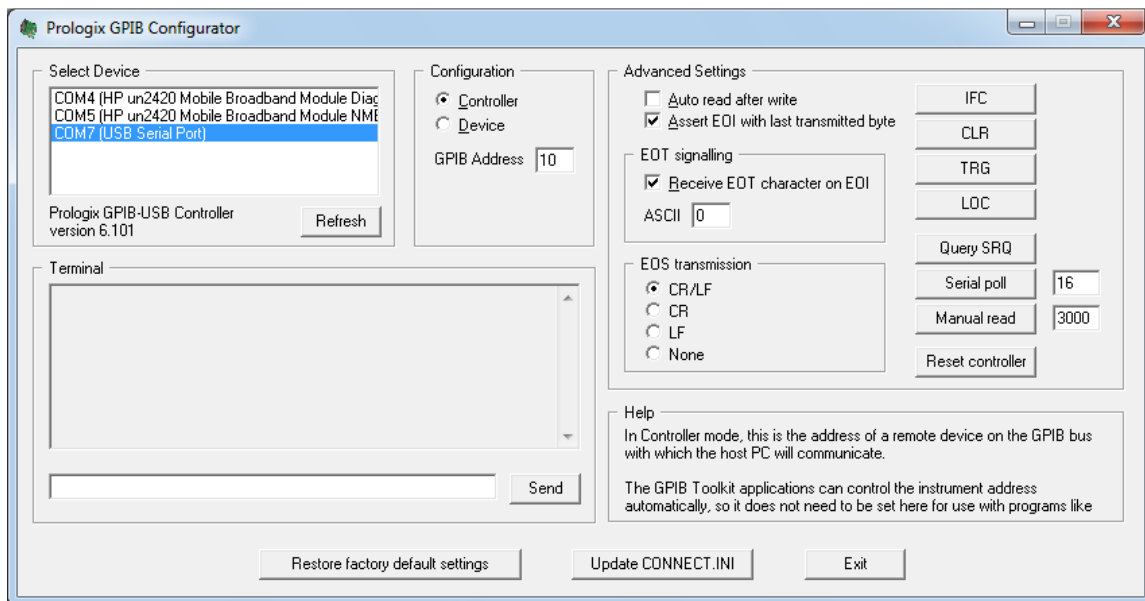

Figura D.1. Programa didáctico utilizado para la comunicación GPIB
Abrir el programa llamado “GPIB Configurator” y se mostrara una ventana como se ve en la figura D.1.
- a. Elegir el controlador Prologix en la lista que se encuentra en la esquina superior izquierda en el apartado “Select Device” de la figura D.1.